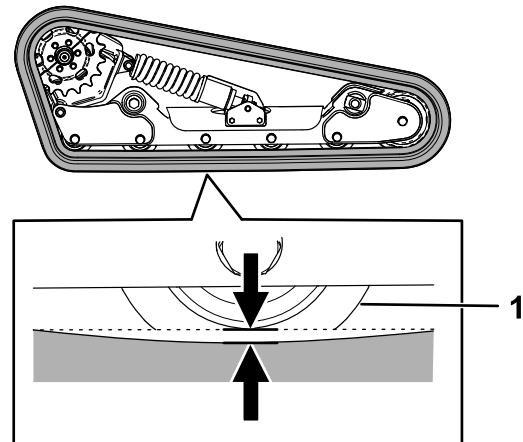

Bild 56
Eine Seite der Maschine anheben/abstützen und mit dem Gewicht der Kette prüfen, ob der Abstand zwischen der Unterseite der Lippe des Straßenrads und der Kette 1,3 cm beträgt, wie in **Bild 56** dargestellt. Stellen Sie sonst die Kettenspannung mit den folgenden Schritten ein.
5. Drehen Sie die Spannschraube mit einer $\frac{1}{2}$ " Antriebsknarre, bis die Auslenkung der Kette 1,3 cm beträgt, wie in Bild 56 dargestellt.
9. Kontrollieren Sie, dass die Auslenkung der Kette 1,3 cm beträgt, wie in Bild 56 dargestellt. Stellen Sie sie bei Bedarf ein.
20. Drehen Sie die Spannschraube mit einer ½" Antriebsknanne gegen den Uhrzeigersinn, bis die Auslenkung der Kette 12,7 mm beträgt, wie in **Bild 56** dargestellt.
25. Kontrollieren Sie, dass die Auslenkung der Kette 12,7 mm beträgt, wie in **Bild 56** dargestellt.